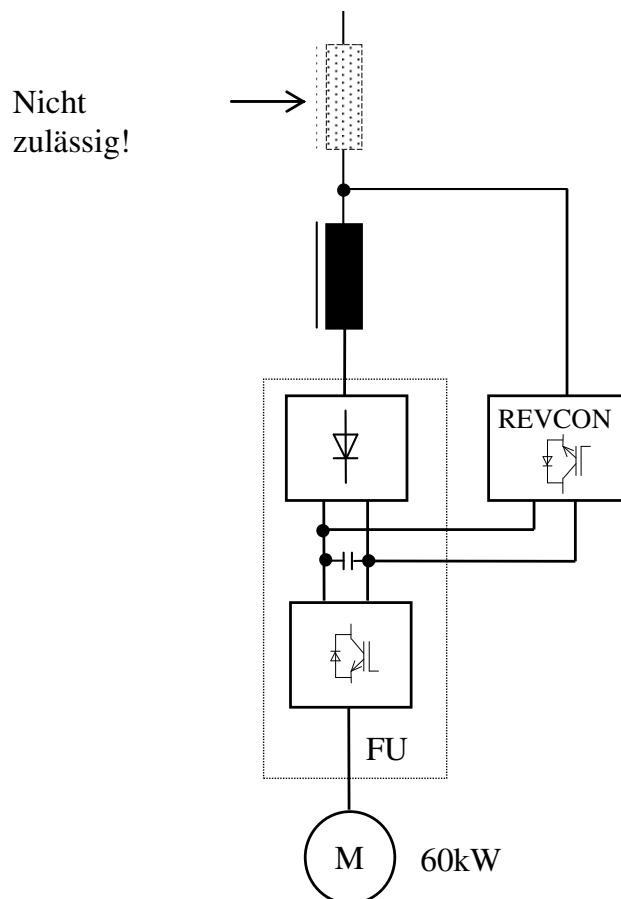

Abbildung 2.6.3
Die für die Rückspeiseeinheit notwendige Kommutierungsinduktivität ist in das REV-CON® SVC(S) integriert. Es ist nicht zulässig, eine weitere Kommutierungsinduktivität vorzuschalten. Der Anschluss der Rückspeiseeinheit muss direkt am Netz erfolgen (Abbildung 2.6.3). Wird dies nicht beachtet, so verhindert die Induktivität zum einen die Synchronisierung zum speisenden Netz und zum anderen kann die Spannungserhöhung an der Drossel beim Abschalten unter Stromfluss zu Schäden in der Rückspeiseeinheit führen.